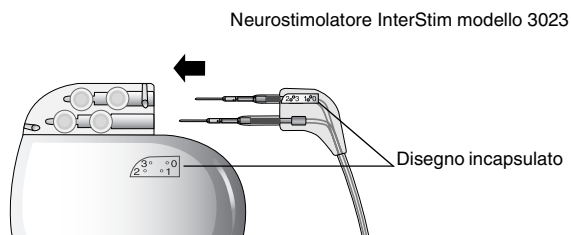

Figura 7. Inserire a fondo i piedini del connettore dell'estensione nel blocco connettore del neurostimolatore Modello 3023.
3. Verificare che il disegno incapsulato sull'estensione presenti quattro elettrodi disposti nel modo riportato sul neurostimolatore (Figura 7).
4. Inserire i piedini del connettore dell'estensione nel neurostimolatore fino a posizionarli completamente nel blocco connettore (Figura 7).